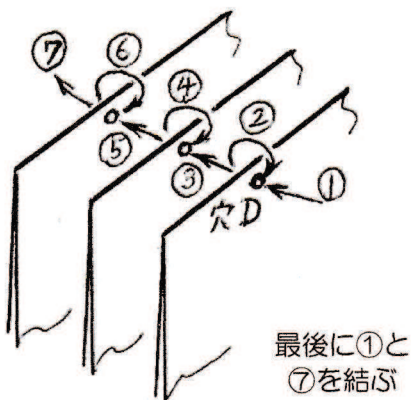

図3 穴Dを使って束を繋ぐ手順
- (3) 各束の糸綴じが終わったら、全体を重ね、穴Dを使って、図3の手順で束を繋ぐ。